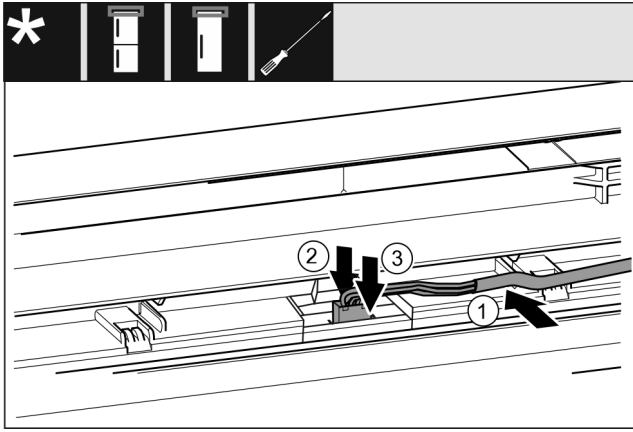

Fig. 32
- ▶ Вставте сірий кабель в направляючу в верхніх дверцятах. Fig. 32 (1)
- ▶ Притисніть фіксувальний виступ назад Fig. 32 (2)
- ▶ Зафіксуйте штекер. Fig. 32 (3)